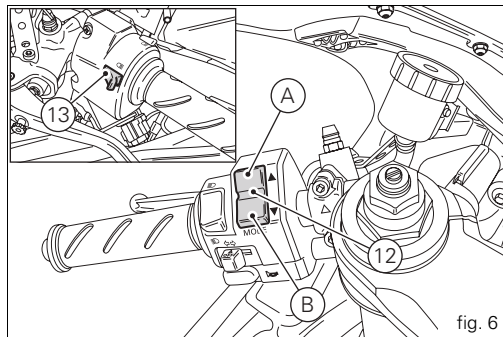

fig. 6
12) 2-POSITION SWITCH (fig. 6).
13) HIGH BEAM HEADLIGHT FLASHER SWITCH (fig. 6).